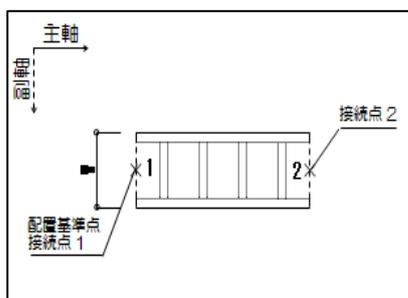
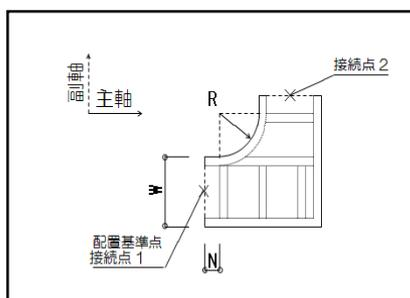
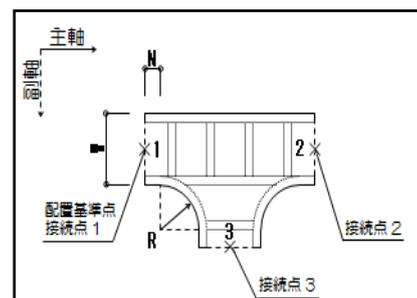

図 1
図 2
図 3
- 3) 副軸ベクトルは、接続点 1 の接続面の辺に平行な大きさ 1 のベクトルとし、振れない部材は主軸ベクトルに対して右方向（図 1 参照）、接続点数 = 2 の部材は主軸ベクトルに対して接続点 2 側（図 2 参照）、接続点数 = 3 と 4 の部材は主軸ベクトルに対して接続点 3 側（図 3 参照）をベクトルの方向とする。